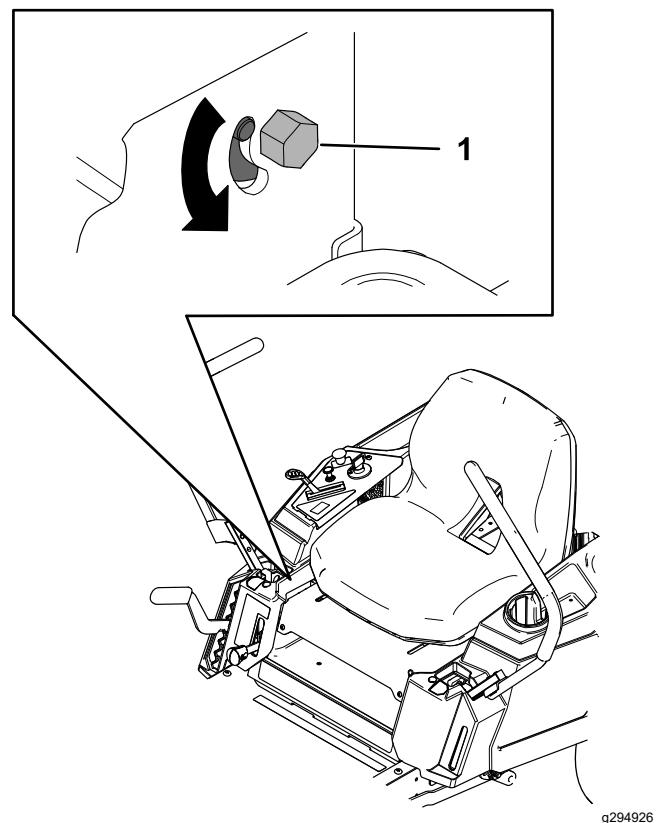

Bild 54
3. Suchen Sie die Einstellschraube für den Spurlauf in der Nähe des Fahrtriabshebels auf der Seite, die eingestellt werden muss (Bild 54).